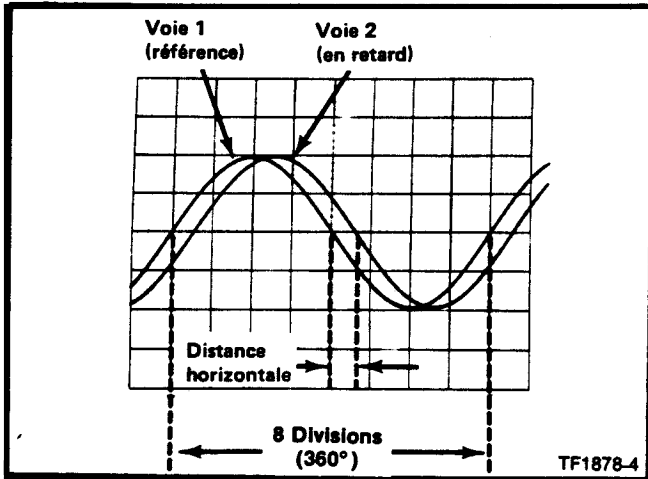
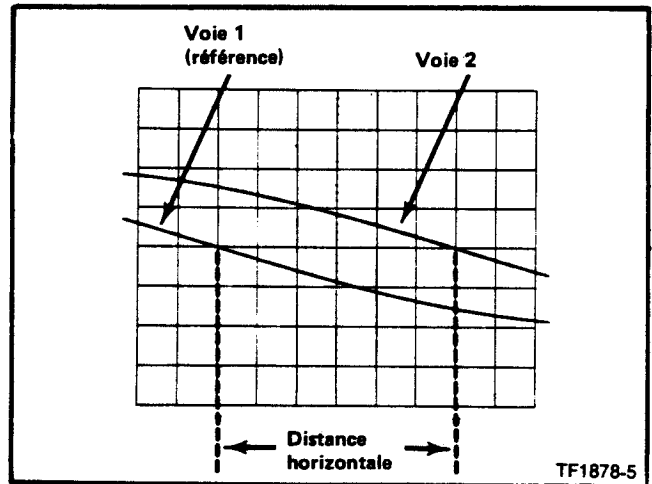

Fig. 2-8. Mesure de déphasage.
Fig. 2-9. Mesure de déphasage de haute résolution par augmentation de la vitesse de balayage.
9. Tourner la commande variable CAL SECONDS/DIV jusqu'à ce qu'un cycle du signal de référence (voie 1) occupe exactement 8 divisions sur l'axe horizontal (voir Fig. 2-8). entre la deuxième et la dixième ligne verticale du réticule. Chaque division du réticule représente 45° ($360^\circ \div 8$ divisions = 45° /division). L'échelle horizontale peut donc être établie en degrés comme par exemple 45° /division.
Exemple : supposons que la distance horizontale soit de 0,6 division avec une échelle horizontale de 45° /div comme le montre la figure 2-8, en utilisant la formule :
Exemple : si l'échelle horizontale est élargie dix fois, la valeur d'une division est $(45^\circ/\text{division}) \div 10 = 4,5^\circ/\text{div}$. La figure 2-9 représente le signal de la figure 2-8 élargi 10 fois. Si la différence horizontale est 6 divisions, le déphasage est :